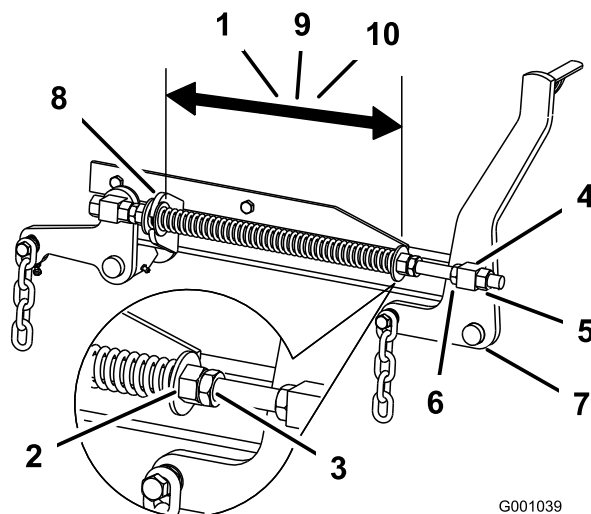

Figure 84
- Vérifiez que les deux grandes rondelles sont espacées de 28,2 cm (11-1/8 po) pour les tabliers de coupe de 52 pouces, et de 26,7 cm (10,5 po) pour les tabliers de coupe de 152 cm (60 po), ou de 29,2 cm (11,5 po) pour les tabliers de coupe de 72 pouces (Figure 84).
- Régalez cette distance en desserrant l'écrou de blocage du ressort et en tournant l'écrou devant chaque ressort (Figure 84). Tournez l'écrou dans le sens horaire pour raccourcir le ressort, et dans le sens inverse pour l'allonger.
- Bloquez l'écrou en position en serrant l'écrou de blocage du ressort (Figure 84).